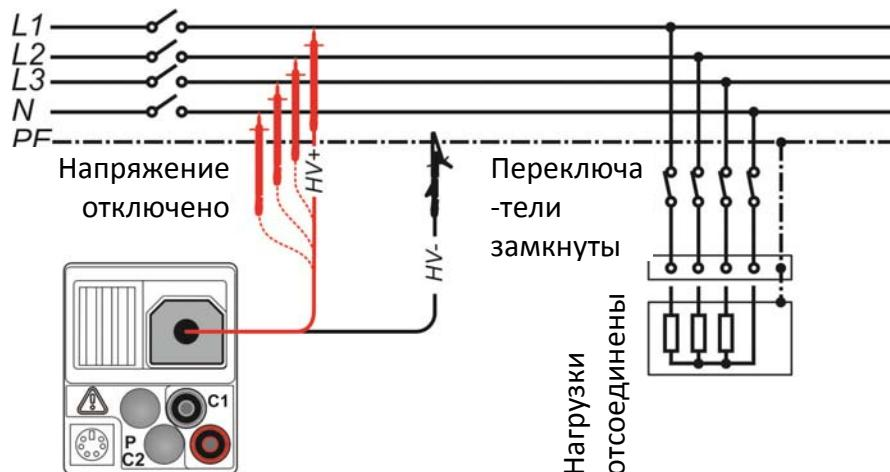

Рисунок 5.7: Подключение 2.5 кВ тестового кабеля) ($U_N = 2.5$ кВ)
- *Рисунок 5.7: Подключение 2.5 кВ тестового кабеля) ($U_N = 2.5$ кВ)*
- Рисунок 5.7: Подключение 2.5 кВ тестового кабеля) (UN = 2.5 кВ)*